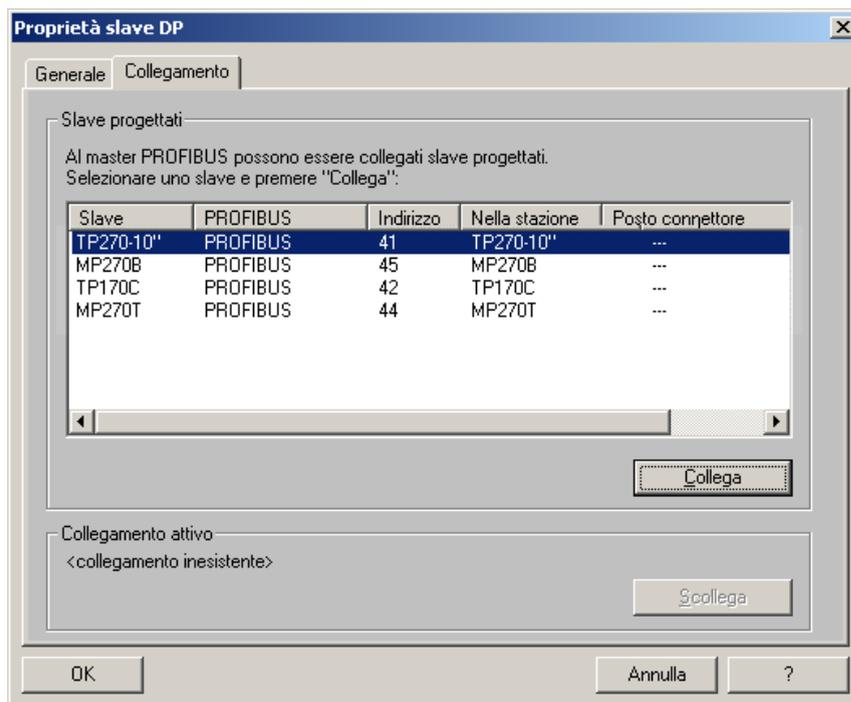

Figura 6-14 Accoppiare lo Slave
5. Portare il gruppo di pannelli operatori per Drag & Drop sul sistema DP master. Nella finestra *Proprietà - DP Slave* si trova una lista di tutti i pannelli operatori che si possono configurare nella rispettiva rete. Selezionare il pannello operatore voluto. Nell'esempio presente qui si tratta del TP270-10" con l'indirizzo 41 – vedere figura 6-14.